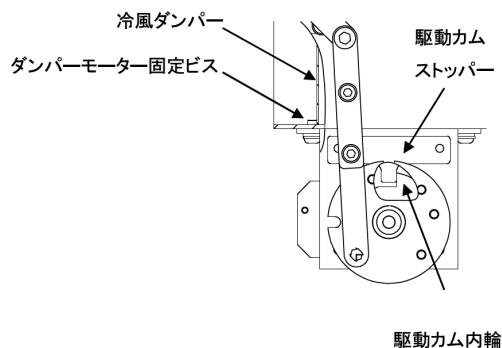

図 9-6
- ・ 駆動カムがモータ側から見て時計方向(ギヤモータ逆転)に、約 90° 回転した後停止していることを確認し、元電源を OFF してください。(図 9-6)